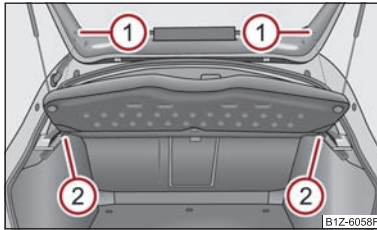

Fig. 60 Demontarea raftului din portbagaj
- Desprindeți benzile de susținere de pe capacul portbagajului ① ⇒ fig. 60.
- Scoateți raftul din suportul ② orizontal în spate.
- La montare împingeți mai întâi raftul în suportul ② și apoi prindeți benzile de susținere ① de capacul portbagajului.